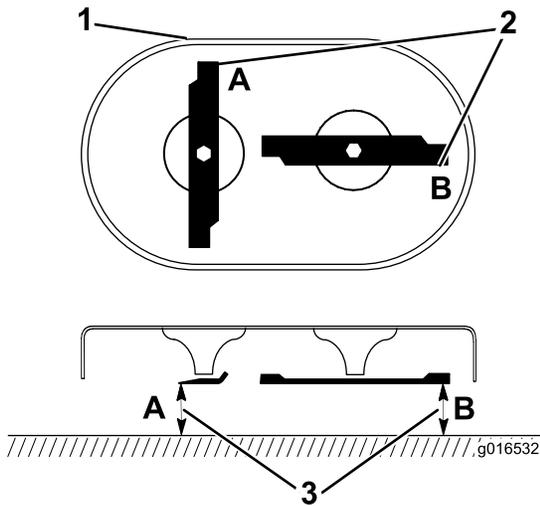

Figure 39
1. Tournez les lames à la position indiquée à la Figure 39.
2. Mesurez la distance entre une surface plane et le tranchant aux points **A** et **B**, (Figure 39), et notez les deux dimensions.
3. Faites tourner les pointes de sorte que leurs extrémités opposées soient aux points **A** et **B** (Figure 39).